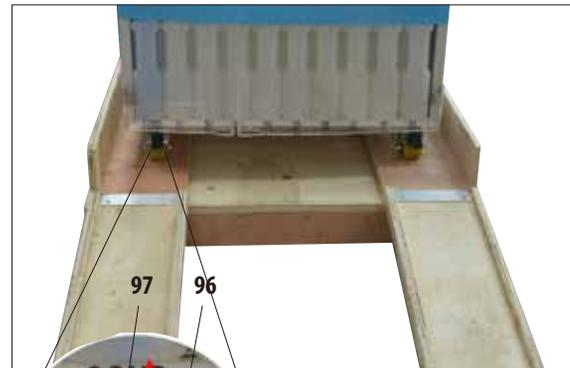

Fig. 10
- À présent, desserrer le levier de freinage (97) sur les deux roulettes avant (96) pour pouvoir déplacer l'appareil (fig. 10).
- Lorsque l'appareil se trouve à sa place définitive, resserrer les freins des roulettes. Pour ce faire, rabaisser le levier (97) (détail à la fig. 10).